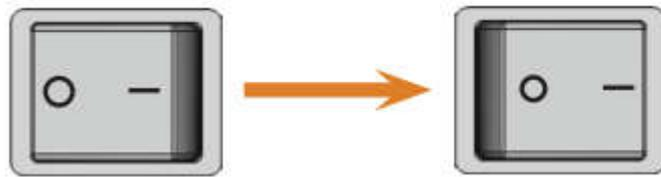

图 15 打开电源开关
- 3) 打开电源开关，如图 15 所示（接通电源为了打开工作舱门）。